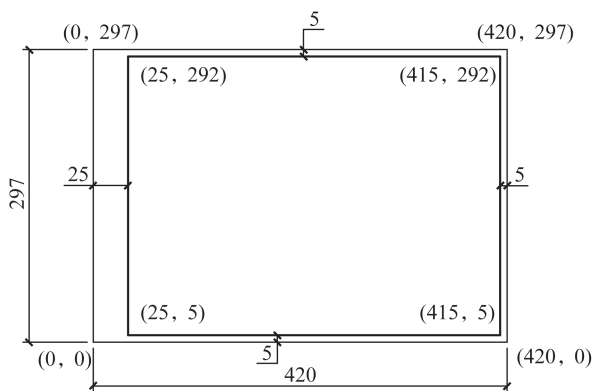

图 1-36 A3 图框尺寸和定位尺寸
绘制图 1-36 所示的 A3 图框。
- (1) 使用 LIMITS 命令设定绘图区的大小。
- (2) 设置用户坐标系 (UCS), 使图框各角点坐标如图 1-36 所示。
- (3) 绘制外部图框图形。
- (4) 绘制内部图框图形。